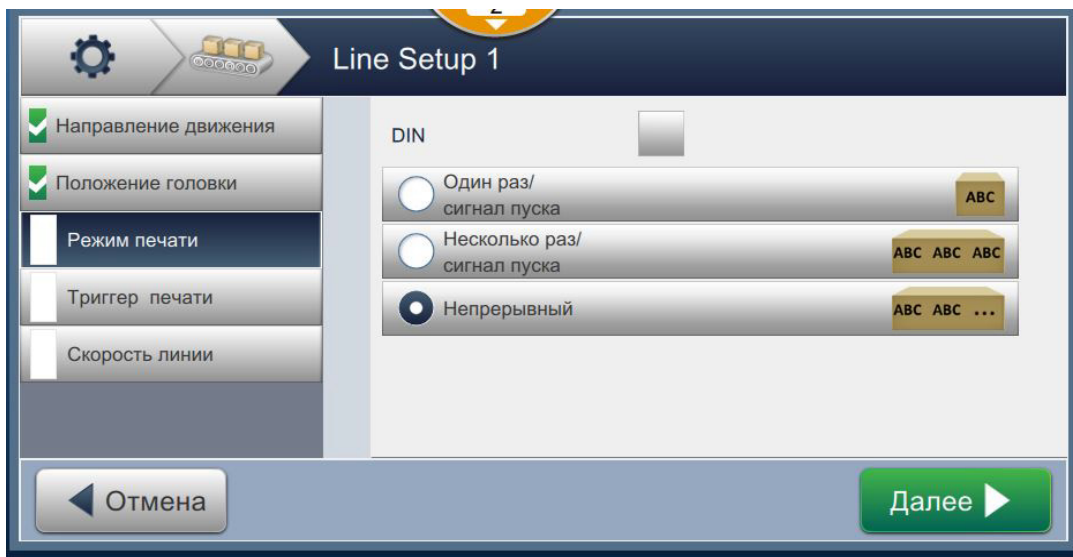

Рис. 6-32: Режим печати – непрерывная
- Измените параметры на экране «Параметры». Нажмите кнопку  , чтобы задать режим, как показано на Рис. 6-32.